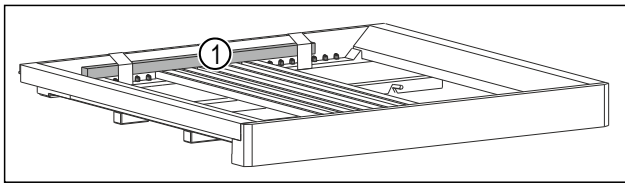

Fig. 47 *
- Rimuovere l'asta in legno Fig. 47 (1).*